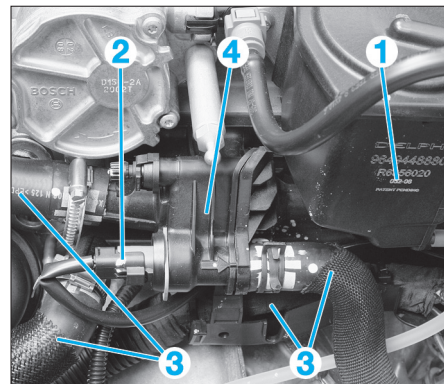

FIG. 47
- le filtre à carburant (1) (Fig.47).
- le connecteur de la sonde de température (2),
- les durits d'eau (3).
- le boîtier thermostatique (4).